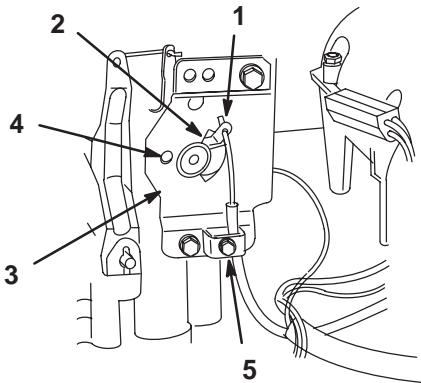

Bild 7
- Stellen Sie den Gashebel in die Stellung „Schnell“ (Bild 7).
- Haken Sie das Z-Teil des Drahts in das Loch des Fahrantriebshebel ein (Bild 7).
- Lockern Sie die Klemmschraube, um den Einbau des Kabels zu ermöglichen. Ziehen Sie sie jedoch nicht fest (Bild 7).